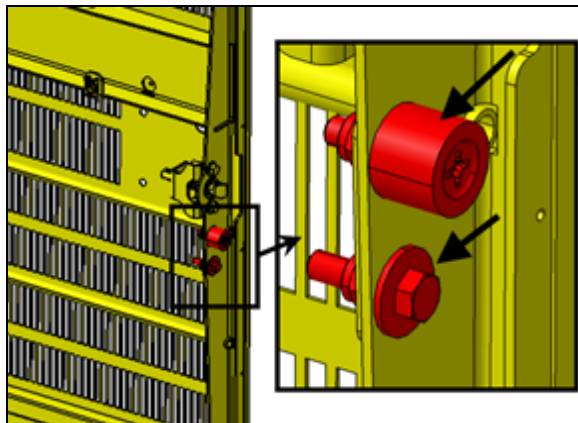

FIGURE 58:
10. Vérifier si les deux éléments identifiés par les flèches sont bien ajustés et que la fermeture de la porte n'est pas trop serrée (Figure 58:).